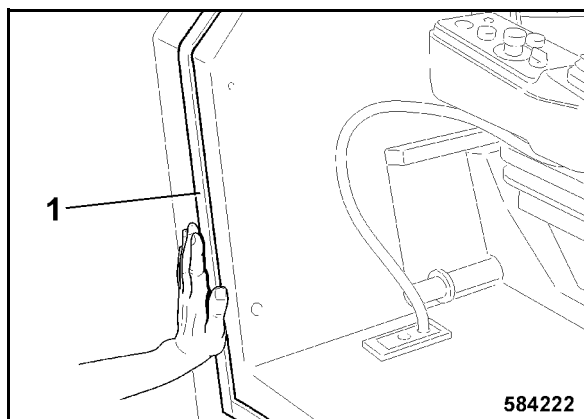

Fig. 169
- Pegar el perfil de obturación 1 (Fig. 169) sobre el borde del puesto de conductor.